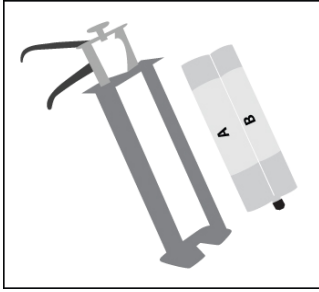
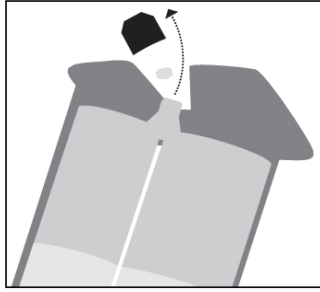
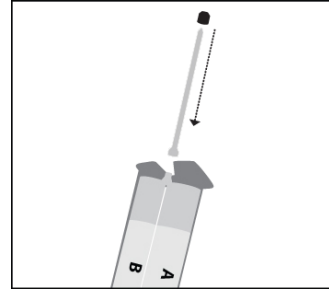

Figura 2: Instale los cartuchos en la pistola del sellador y la pasta adhesiva.
Figura 3: Quite el enchufe de la nariz, el arma debe estar en posición vertical
Figura 4: Monte el inyector y asegúrelo con la tuerca de retención
1. Cargar el sellador y la pasta adhesiva (Figura 2): Primero instale los cartuchos del sellador. Comience con el arma del sellador apuntando hacia arriba. Desenrosque la tuerca de retención y quite los tapones (enchufes) de la nariz (Figura 3). Monte el inyector que se mezcla el sellador y pasta adhesiva y asegúrelo con la tuerca de retención (Figura 4). Gire la boquilla de la pistola a fin de que el cartucho este apuntando hacia abajo. Apriete la manija suavemente hasta que el sellador este aproximadamente 2 pulgadas de la punta del inyector que se mezclan. Una vez que el sellador haya entrado en la punta, debe ser utilizado en un plazo de 10 minutos. **Nota: Si usted no anticipa usar el sellador o la pasta adhesiva dentro de este periodo de tiempo, simplemente reemplace el inyector que se mezclan con un nuevo paquete de tapones (enchufes) de la nariz.** Siga el mismo procedimiento para la pasta adhesiva. La cantidad de sellador/pasta adhesiva en un solo cartucho A/B será suficiente para la aplicación de nueve pies cuadrados de material.